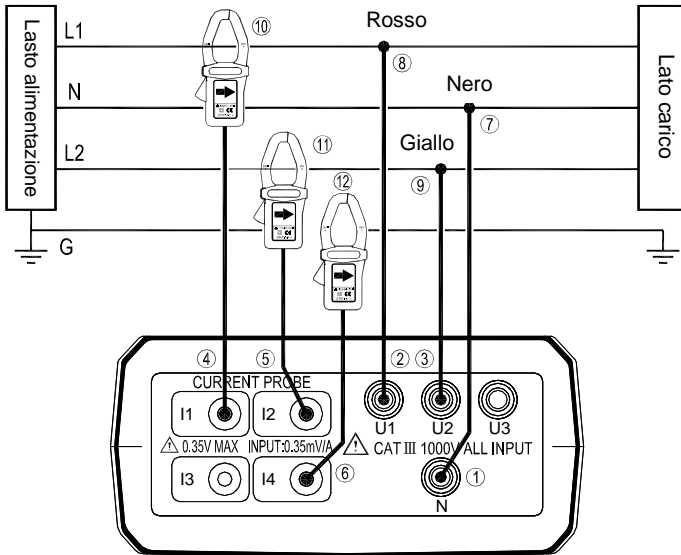

Figura 7. 1P3W Diagramma di collegamento dei cavi
- ① Collegare i cavi di controllo di tensione neri al terminare “N”.
- ② Collegare il cavo di controllo di tensione rosso al morsetto “U1”.
- ③ Collegare il cavo giallo di controllo di tensione al morsetto “U2”.
- ④ Collegare la sonda di corrente I1 alla presa “I1”.
- ⑤ Collegare la sonda di corrente I2 alla presa “I2”.
- ⑥ Per misurare difetti di messa a terra di corrente, collegare la sonda I4 alla presa “I4”.
4. Collegare i cavi di controllo di tensione e le sonde di corrente alla strumentazione elettrica che deve essere analizzata, così come mostrato nella figura 7. Diagramma di connessione dei cavi 1P3W.
- ⑦ Collegare il morsetto alligatore nero di controllo di tensione al conduttore neutro “N”.
- ⑧ Collegare il morsetto alligatore rosso di controllo di tensione alla fase “L1”
- ⑨ Collegare il morsetto alligatore giallo di controllo di tensione alla fase “L2”
- ⑩ Collegare la sonda di corrente I1 alla fase “L1”.
- ⑪ Collegare la sonda di corrente I2 alla fase “L2”.
- ⑫ Per misurare difetti di messa a terra di corrente, collegare la sonda di corrente I4 alla linea di messa a terra “G”.
- ① Premere il tasto “**PF Θ** ” per scorrere i valori misurati di PF e Θ .